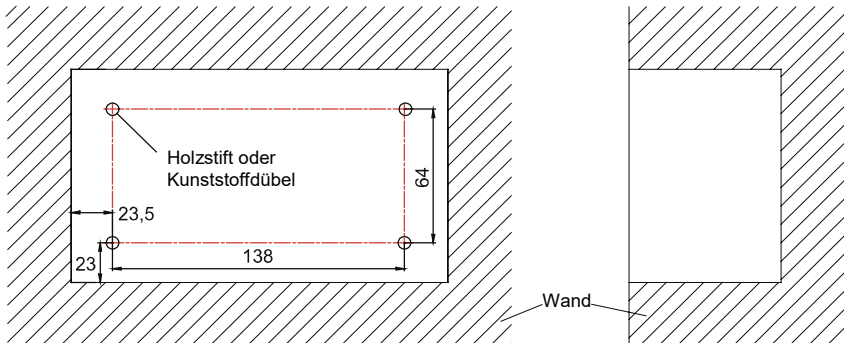

Abb. 3-10: Position von Holzstiften oder Kunststoffdübeln
- 1) Soll der Zentralcontroller in der Wand installiert werden, bilden Sie eine Vertiefung von 180×107×62 mm, und installieren Sie 4 entsprechend große Holzstifte oder Kunststoffdübel gemäß Abb. 3-10 darin.